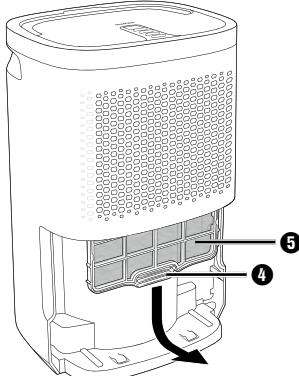

Fig. 4
- ◆ Sortez le réservoir d'eau ⑥ avec précaution au niveau des poignées encastées sur les côtés de l'appareil.
- ◆ Retirez le cadre plastique ④, avec le filtre à air ⑤ en place, des languettes de retenue et sortez-le par le bas de l'appareil (voir figure 4).